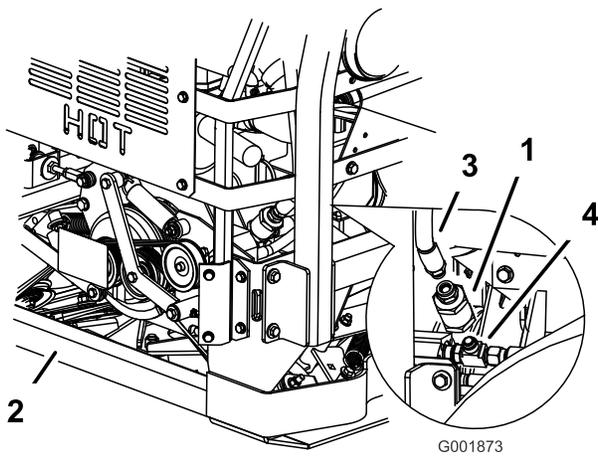

Figure 78
1. Placez un bac de vidange sous le filtre puis débranchez le flexible hydraulique du filtre (Figure 78).
2. Déposez le filtre hydraulique du ventilateur de refroidissement du raccord en T au bas du filtre (Figure 78).
- Montez le filtre sur le raccord en T en bas et sur le flexible hydraulique en haut (Figure 78).